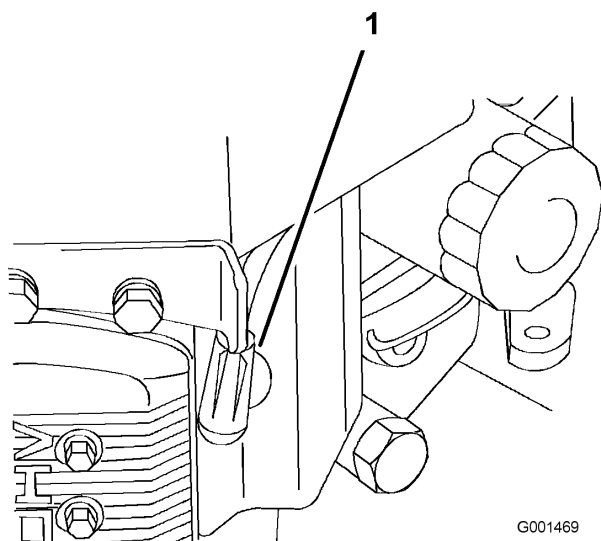

Figura 23
3. Desconecte los cables de las bujías (Figura 23).